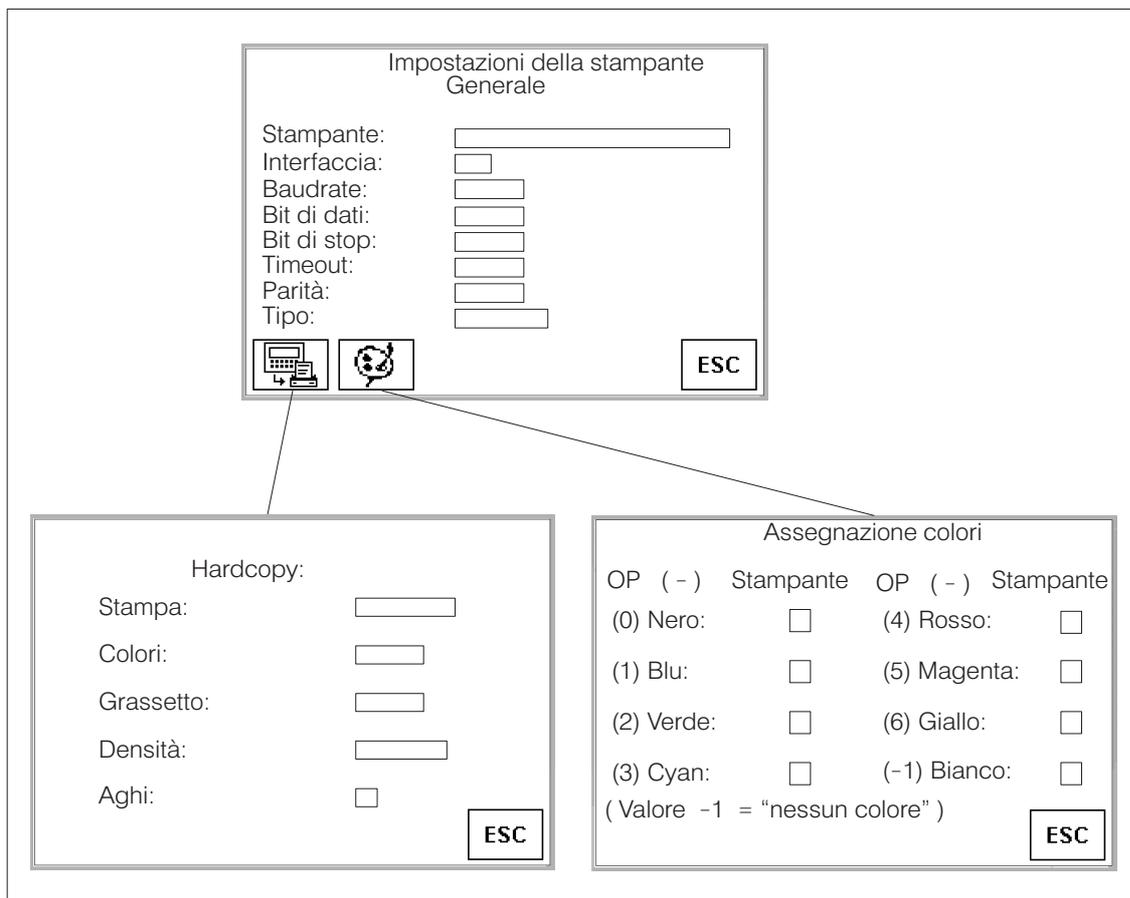

Figura 7-1 Pagine standard per l'impostazione della stampante (esempio OP27)
- con l'OP27, nella pagina standard *Impostazioni della stampante generali, Hardcopy e Assegnazione colori* (figura 7-1),